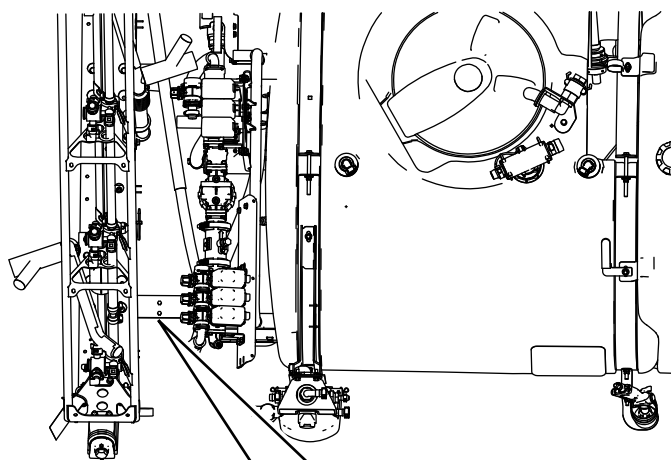

Figura 19
1. Utilizzate una punta da trapano da 1/4 poll. per praticare 2 fori sul telaio (Figura 19).